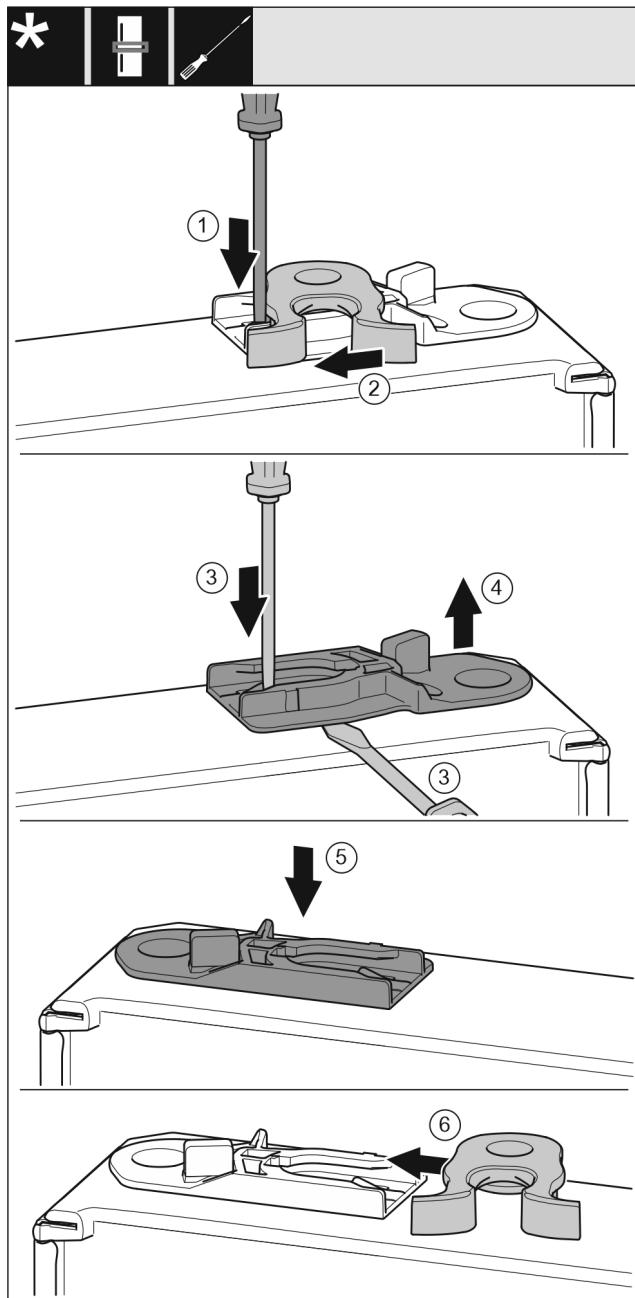

Fig. 28
- За допомогою шліцевої викрутки притисніть уніз накладку. Fig. 28 (1)
- Витягніть із напрямної запірний гачок. Fig. 28 (2)
- Витягніть направляюче гніздо: Натисніть шліцевою викруткою накладку і одночасно підведіть її під направляюче гніздо. Fig. 28 (3, 4)
- Направляюче гніздо, що входить до складу поставки, вставте з іншого боку корпуса. Fig. 28 (5)
- Вставте в направляючу запірний гачок. Fig. 28 (6)